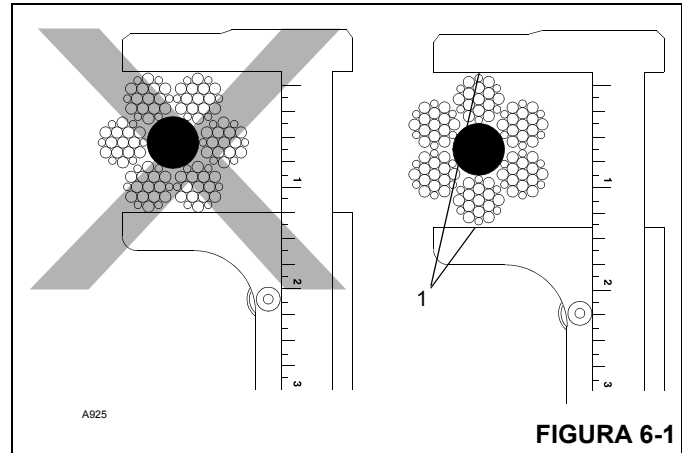

FIGURA 6-1
- Meça o diâmetro do cabo entre as coroas dos cordões ao determinar se o cabo está danificado. Consulte a Figura 6-1.